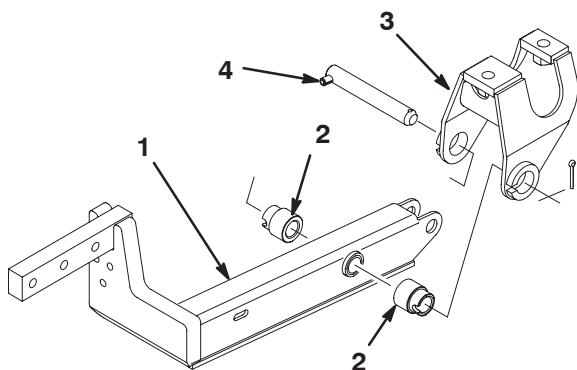

Figure 1
4. Montez un bras de levage sur le support de pivot avec 2 entretoises, un axe de pivot et une goupille fendue (5/32 x 1-3/4 pouce). Montez le bras de levage avec le coude vers l'extérieur (Fig. 1).